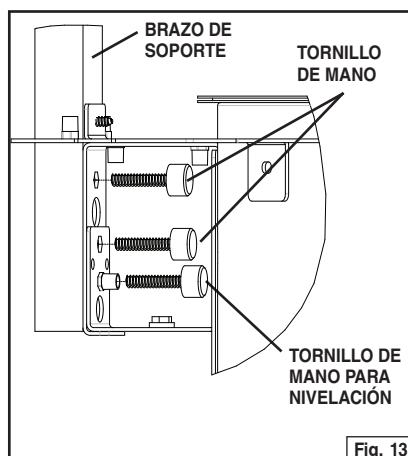

Fig. 13.
- Proceda a fijar el brazo a la unidad motriz con (2) tornillos de mano M4 x 24 mm. Fije un tercer tornillo de mano M4 x 24 mm a la inserción roscada en la brida de la unidad motriz. Este tornillo se utilizará para nivelar la unidad motriz más adelante. Fig. 13.